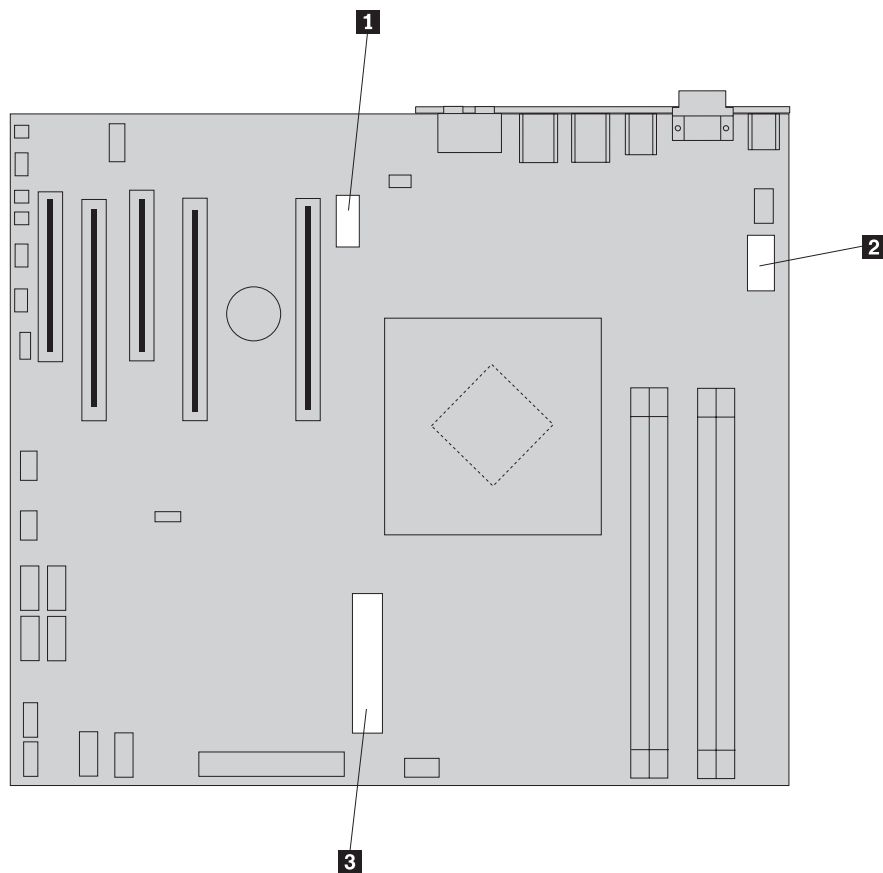

图 14. 主板接口
3. 从主板接口、所有适配卡（部分型号）和驱动器断开电源电缆 **1**、**2** 和 **3**。请参阅图 14。